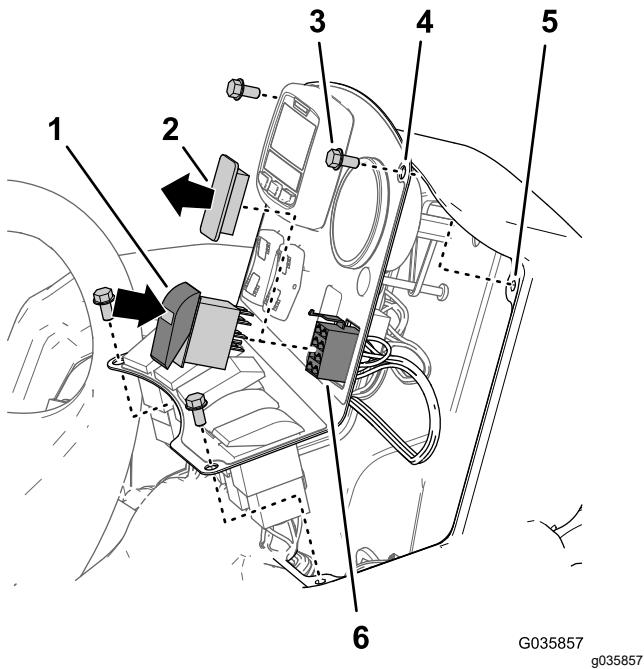

図 36
- コントロールパネルをコンソールに図36のように固定しているフランジヘッドボルト $\frac{1}{4} \times \frac{1}{2}$ " 4本があれば、これらを取り外す。
- コンソールのコントロールパネルからスイッチプラグを外す図 36。
- ウルトラソニックブーム仕上げキットのワイヤハーネスの 8 ソケットコネクタを、コントロールパネルの開口部に通す図 36。
- ウルトラソニックブーム仕上げキットのワイヤハーネスの 8 ソケットコネクタ SONIC MODE MANUAL vs. AUTO というラベルがついているを、ロッカースイッチに接続する(図 36)。
- コントロールパネルの取り付け穴にロッカースイッチを取り付ける。パチンとはまるまでスイッチを押し込むこと 図 36。
- コントロールパネルの穴を、コンソール上部の穴に合わせる図 36。
- パネルをコンソールに取り付ける図 36ステップ 1 で外したボルトを使う。